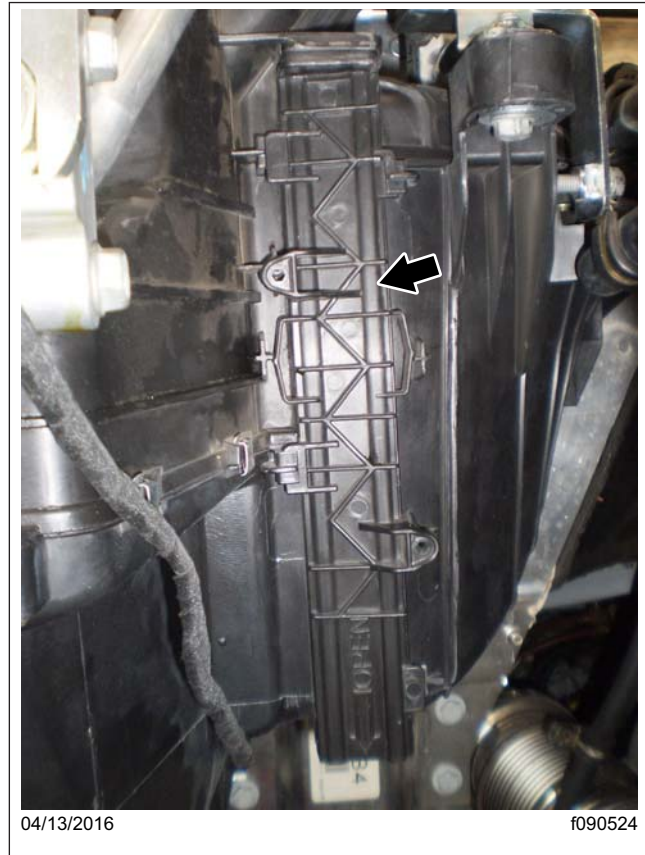

Figura 2, Panel de acceso al filtro de admisión
3. Retire el panel de acceso al filtro de admisión. Deslícelo hacia abajo hasta que quede suelto. Vea la **Figura 2**.